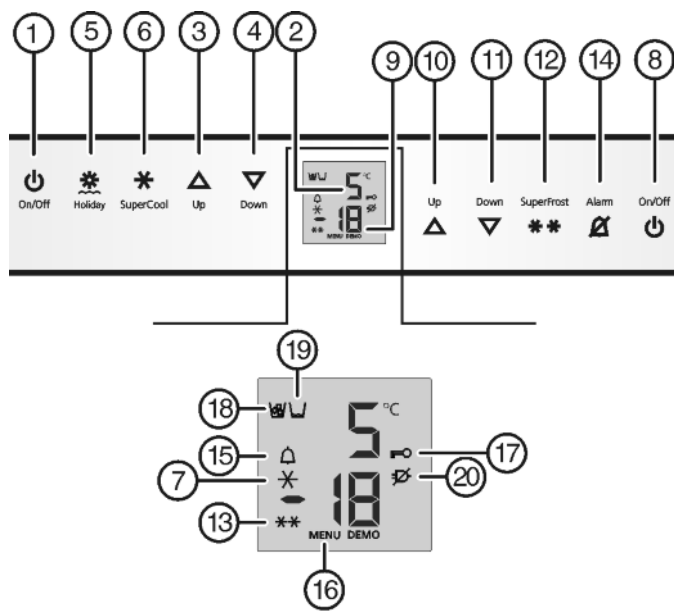

Fig. 2
- ▶ Paspauskite šaldiklio skyriaus mygtuką „On/Off“ Fig. 2 (8).
- ▶ Paspauskite šaldytuvo skyriaus mygtuką „On/Off“ Fig. 2 (1).
- ▷ Šaldytuvo skyrius ir „BioFresh“ skyrelis įjungti: šaldytuvo skyriaus temperatūros indikatorius Fig. 2 (2) šviečia. Atidarynant šaldytuvo skyriaus duris, užsidega vidinis apšvietimas.
- ▶ Reguliavimo režimo įjungimas: „SuperFrost“ mygtuką Fig. 2 (12) laikykite paspaudę apie 5 s.
- ▷ Šviečia meniu piktograma Fig. 2 (16).
- ▶ Norėdami patvirtinti, trumpai paspauskite mygtuką „SuperFrost“ Fig. 2 (12).
- ▶ norėdami įjungti apsaugą nuo vaikų, trumpai paspauskite mygtuką „SuperFrost“ Fig. 2 (12).
▷ Šviečia apsaugos nuo vaikų piktograma Fig. 2 (17). Indikatoriuje mirksi **c**.
▶ norėdami išjungti apsaugą nuo vaikų, trumpai paspauskite mygtuką „SuperFrost“ Fig. 2 (12).
▷ Užgęsta apsaugos nuo vaikų piktograma Fig. 2 (17). Indikatoriuje mirksi **c**.
▶ Reguliavimo režimo išjungimas: paspauskite šaldiklio skyriaus mygtuką „On/Off“ Fig. 2 (8).
▶ Paspauskite mygtuką „Signalas“ (Alarm) Fig. 2 (14).
Kartu pradeda mirksėti temperatūros indikatorius ir simbolis „Signalas“ (Alarm) Fig. 2 (15).
Išpėjamas garso signalas išsijungia automatiškai, simbolis „Signalas“ (Alarm) Fig. 2 (15) nustoja šviesti, o temperatūros indikatorius nustoja mirksėti, kai vėl pasiekama pakankamai žema temperatūra.